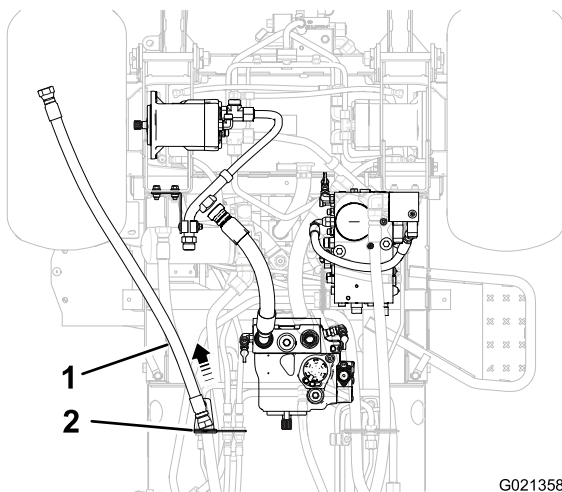

Bild 3
6. Ziehen Sie den Heckantriebschlauch durch die Schlauchstützhalterung und entfernen den Schlauch von der Maschine (Bild 3).